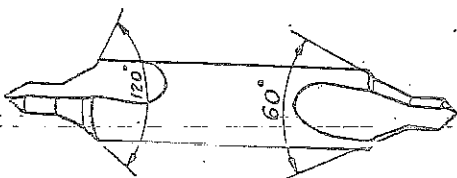

Fig. 6
*broca de centrar* - esta broca permite hacer los agujeros de centro en las piezas que van a ser torneadas, fresadas o rectificadas entre puntas (figs. 6 y 7).